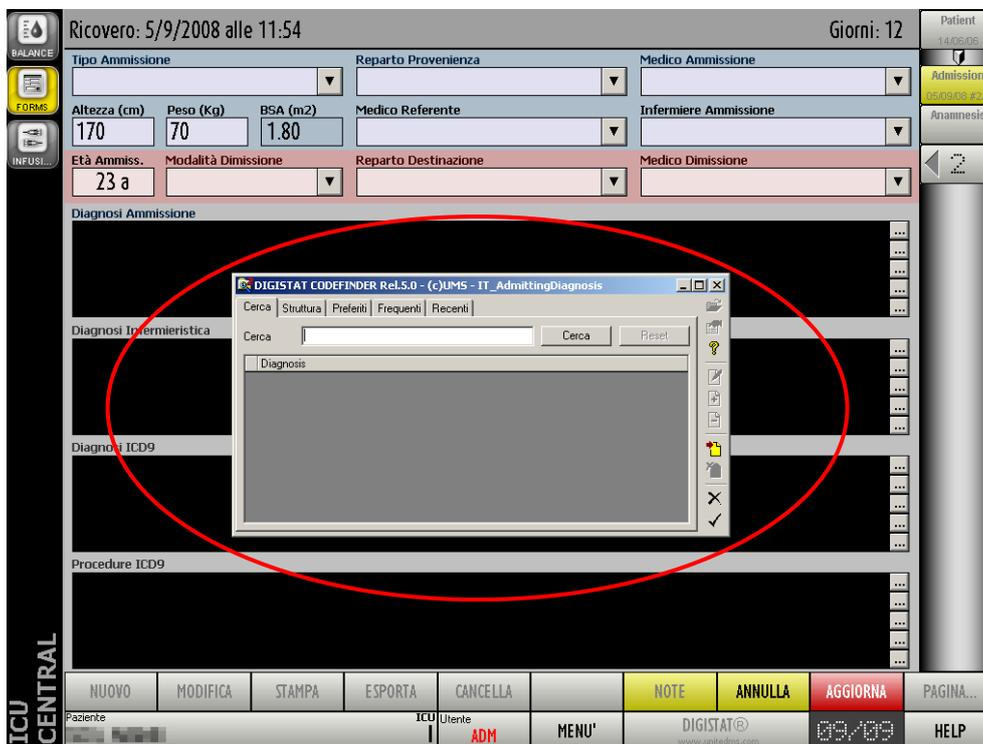

Fig 67
2. Cliccare il pulsante  corrispondente al campo che si desidera modificare. Si aprirà la finestra di lavoro di “Codefinder” (Fig 67).